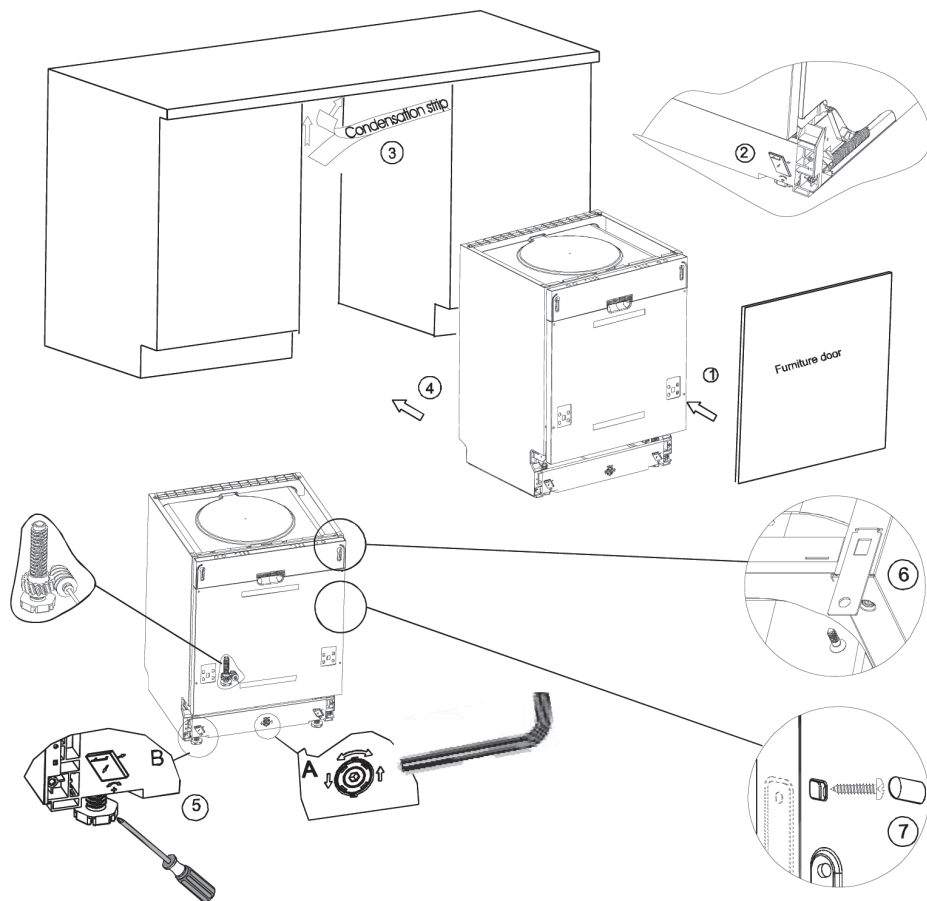

Рис. 7. Последовательность установки посудомоечной машины
1. Используя скобы, прикрепите декоративную дверцу от вашей мебели к дверце машины (см. п. 1 на рис. 7).
2. Отрегулируйте натяжение пружин дверцы при помощи торцевого ключа, поворачивая его по часовой стрелке для натяжения пружины и против часовой стрелки для того, чтобы ослабить пружины дверцы. Невыполнение данной операции может привести к повреждению посудомоечной машины (см. п. 2 на рис. 7).
6. Поместите посудомоечную машину на направляющие (см. п. 4 на рис. 7).
9. Выровняйте машину. Задние ножки можно регулировать винтами, расположенными спереди (см. п. 6а на рис. 7). С помощью ключа отрегулируйте передние ножки (см. п. 6в на рис. 7).
А. Если у Вас столешница из дерева или ДСП, прикрутите машину к ней шурупами по дереву, будьте осторожны, вес машины может вырвать шурупы из дерева (см. п. 7 на рис. 7).
В. Если у Вас мраморная или гранитная столешница используйте скобы, чтобы прикрепить машину к стенам соседней мебели, при этом необходимо закрыть винты резиновыми шляпками, чтобы не повредить столешницу (см. п. 8 на рис. 7).
2. Машина разработана так, чтобы пользователь мог регулировать ножки, используя винты в передней части (см. рис. 7).